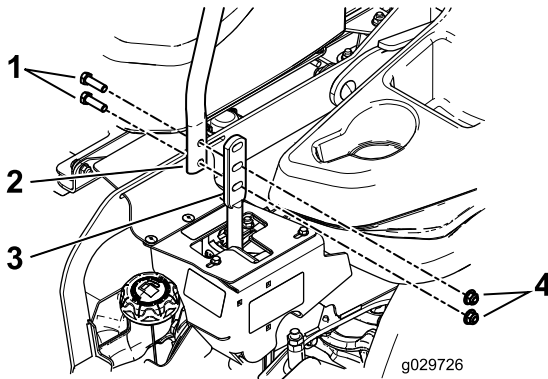

Figura 87
3. Afloje los pernos y las tuercas con arandela prensada de las palancas (Figura 87).
4. Alinee las palancas en el sentido adelante/atrás acercándolas a la posición de PUNTO MUERTO, y moviéndolas hasta que estén alineadas; luego apriete los pernos (Figura 87).